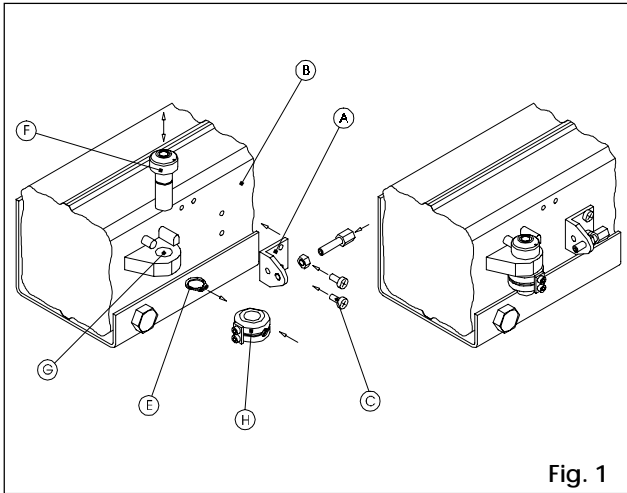

Fig. 1
- 2) Fissare la squadretta **A** al motoriduttore **B** tramite le viti **C**, come in Fig. 1.
- 3) Togliere il seeger **E** ed estrarre il perno **F**. Reinsere il perno **F** nel foro **G** del motoriduttore e calzare il disco **H**, come in Fig.1.
- 2) Mount bracket **A** on gear motor **B** using screws **C** as shown in Fig. 1.
- 3) Take off circlip **E** and remove pin **F**. Fit pin **F** back in the gear motor hole **G** and mount disc **H** on the pin as shown in Fig.1.
- 2) Fixer la patte-équerre **A** au motoréducteur **B** au moyen des vis **C**, comme indiqué en Fig.1.
- 3) Déposer le circlip **E** et dégager le pivot **F**. Remettre en place le pivot **F** dans le trou **G** du motoréducteur et monter le disque **H**, comme indiqué en Fig.1.
- 2) Fijar la escuadra **A** al motorreductor **B** mediante los tornillos **C** (Fig. 1).
- 3) Quitar el anillo de retención **E** y el perno **F**. Volver a colocar el perno **F** en el orificio **G** del motorreductor y calzar el disco **H** (Fig. 1).
- 2) Winkel **A** gemäß Abb. 1 mit den Schrauben **B** am Antrieb **C** festdrehen.
- 3) Seeger-Ring **E** abnehmen und Zapfen **F** herausziehen. Zapfen **F** in Antriebsbohrung **G** einsetzen und Scheibe **H** gemäß Abb. 1 aufstreifen.